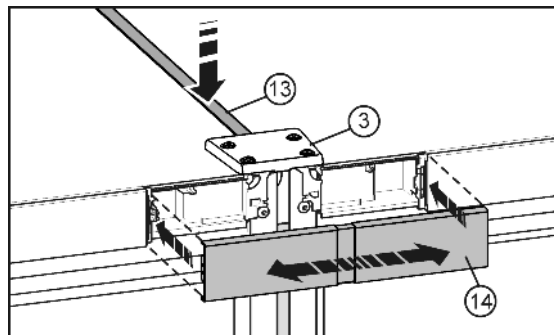

Fig. 10
- ▶ Op de bovenkant de korte lijst *Fig. 10 (13)* in de spleet drukken. De lijst moet aan de voorkant op één lijn met de verbindingstrip *Fig. 10 (3)* liggen.
- ▶ Afdekking *Fig. 10 (14)* op de nog open tussenruimte van de beide bedieningsstroken vastklikken. Let erop, dat de buitenkanten van de afdekking op één lijn met de bedieningsstroken liggen. Indien nodig kan de afdekking worden uitgeschoven.